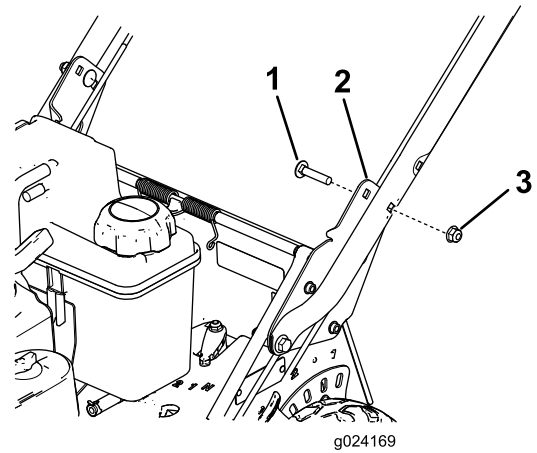

Figura 5
- Sujete el manillar a los soportes del manillar en la posición de altura deseada con 2 pernos de cuello cuadrado (5/16" x 1½") y 2 tuercas con arandela prensada (5/16"), según se muestra en Figura 5.